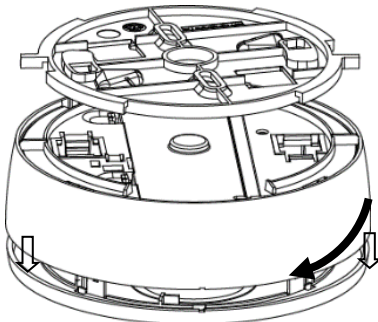

Figura 13
1. Rimuovere il rivelatore dalla staffa di fissaggio ruotando il rivelatore in senso antiorario (*vedere Figura 13*).